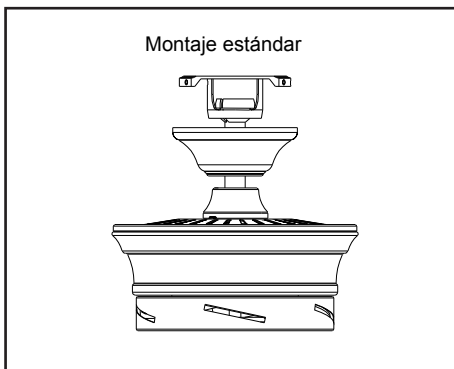

Figura 9
4. Con cuidado alza el conjunto del ventilador hasta la placa de montaje en el techo. Asegúrate de que la pestaña sobre la placa de montaje encaje bien en la ranura de la bola de la bola de soporte. (Figura 9)